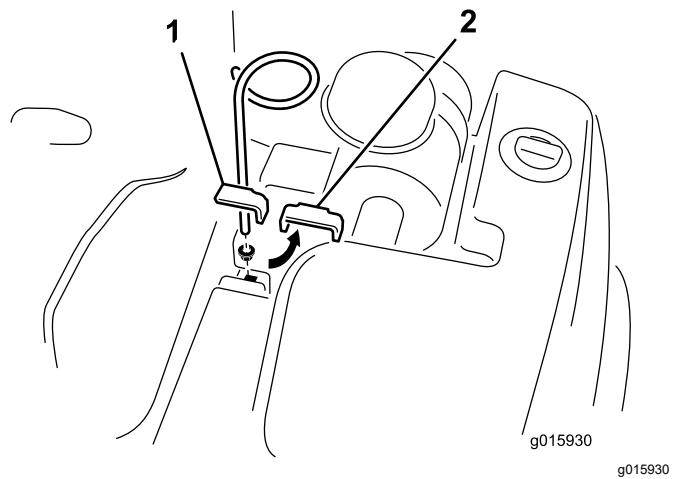

Figura 6
1. Rimuovete il bullone, la rondella e il dado che fissano la graffa superiore del serbatoio idraulico al telaio (Figura 6).
Nota: Posizionate la guida dei flessibili come illustrato in Figura 6.